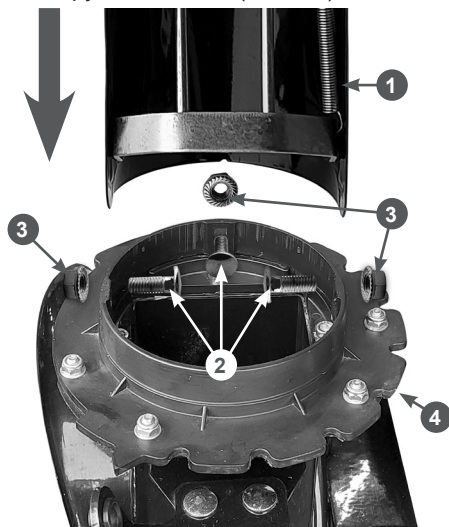

Рис. 14 Установка жёлоба выброса снега
- установите жёлоб 1 выброса снега на поворотный фланец 4 кожуха шнеков. Совместите отверстия во фланце и жёлобе, вставьте в образовавшиеся отверстия изнутри наружу болты 2 и закрутите гайки 3 (Рис. 14).